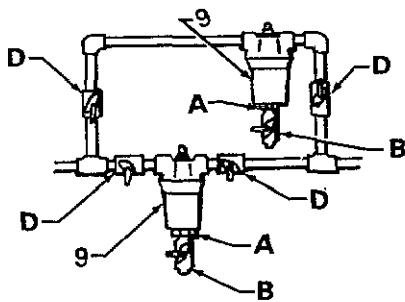

Fig 1
Siffrorna och bokstäverna inom parentes hänvisas till fig 1 och 2 och reservdelsrutningen. TILLBEHÖR och TEKNISKA DATA redovisas på sista sidan.
Montera två filter som visas i fig 1. Båda filtren måste ha en bussning (A) och en avtappningskran (B) i filterhuset (9) för att avlasta färgtrycket och tappa av filtret innan filterhuset tas bort. Montera fyra avstängningsventiler (D) en på vardera sidan av filtrets in- och uttag, för att ställa om färgflödet och för att stänga av det filter som ej är i drift.